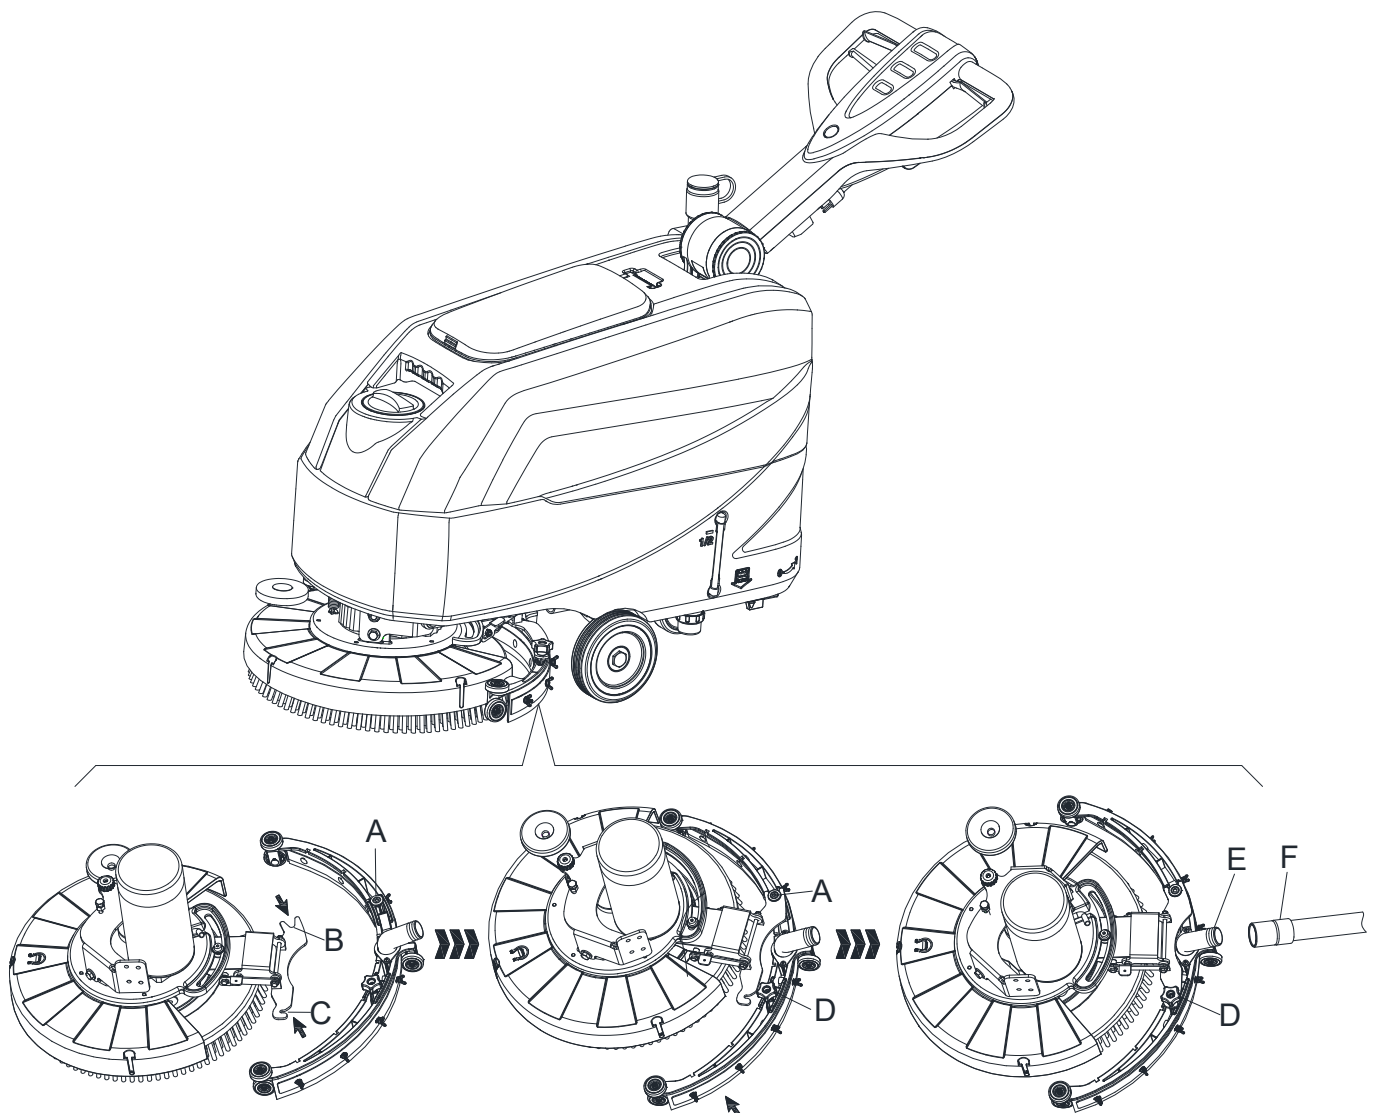

Figura 4
5. Fissare la vite prigioniera A nell'apertura B, quindi fissare un'altra vite C nell'apertura D, avvitare la manopola del tergitoro e collegare il tubo di scarico dell'acqua di recupero F al connettore E (Figura 4).